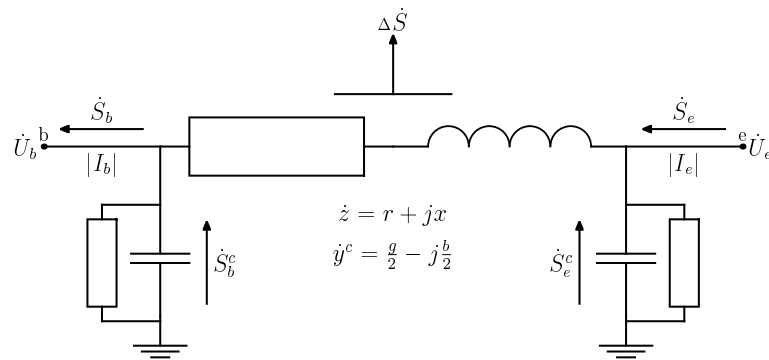

Рис. 1.3. Схема замещения ЛЭП
- для ЛЭП используется стандартная П–образная схема замещения, показанная на рис. 1.3 и для нее определяется: